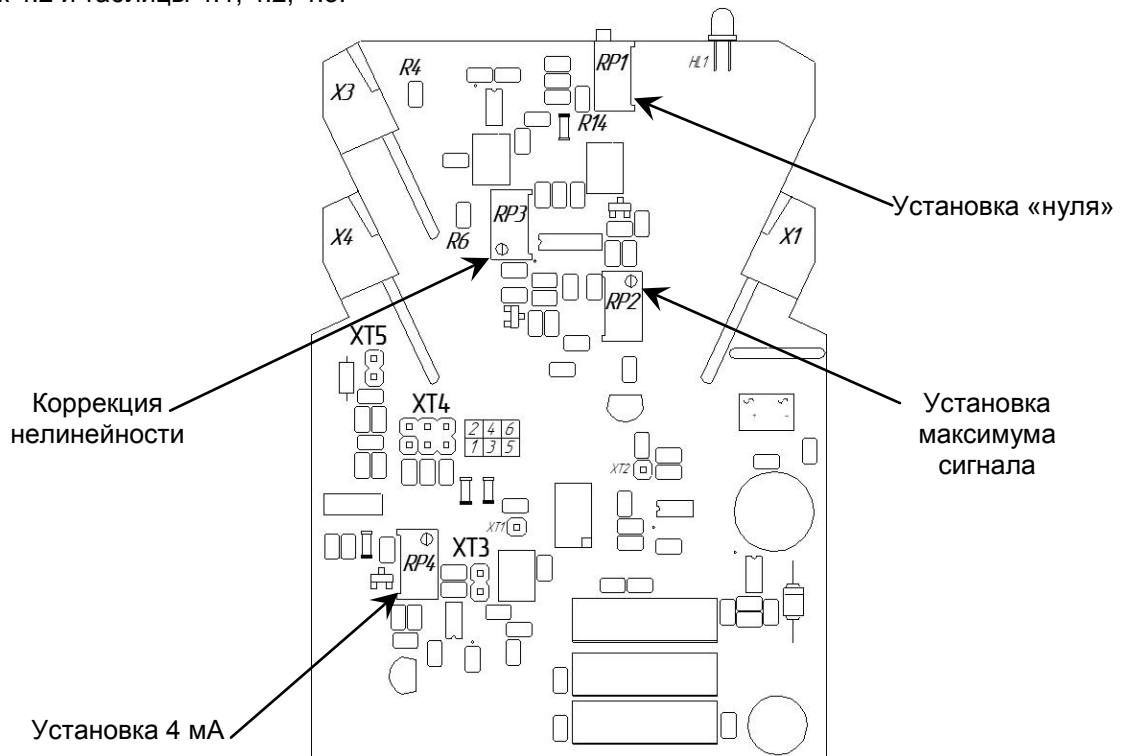

Рисунок 4.2 - Схема расположения органов регулирования и элементов настройки БПО-31
4.2.4 Для изменения настроек БПО-31 на другие входные/выходные сигналы используйте рисунок 4.2 и таблицы 4.1, 4.2, 4.3.